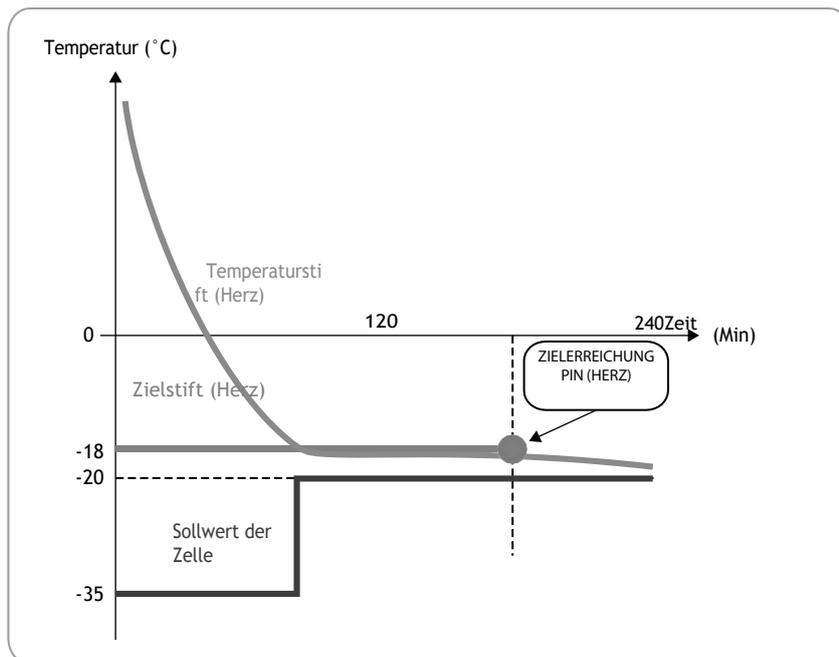

Abb. 12. Negativprogramm mit Hard Culling Modus
- negativ (Tiefkühlung), mit negativer Zieltemperatur, und **Abb. 12 auf S. 22**;
Die in **Abb. 12 auf Seite 22** angegebenen Zahlenwerte sind die Standardwerte.